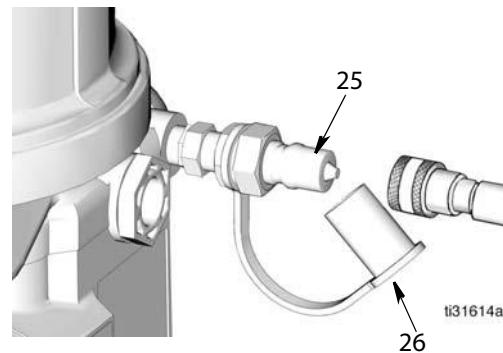

Рис.20
- Перед наполнением резервуара всегда пропищайте впускной фитинг (25) (Рис.20) чистой сухой тканью. Грязь и/или мусор могут повредить насос и/или смазочную систему.
- Снимите пылезащитный колпачок (26) и подсоедините заливочный шланг к впускному фитингу (25) (Рис.20).